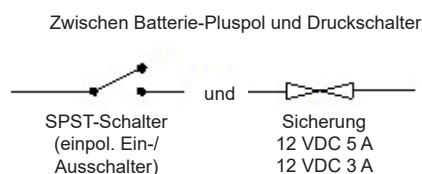

Abbildung 3: Installation des Trennschalters
Schritt 4 Einen Trennschalter und eine Sicherung (nicht mitgeliefert) in die Plusleitung einbauen (Abb. 3).